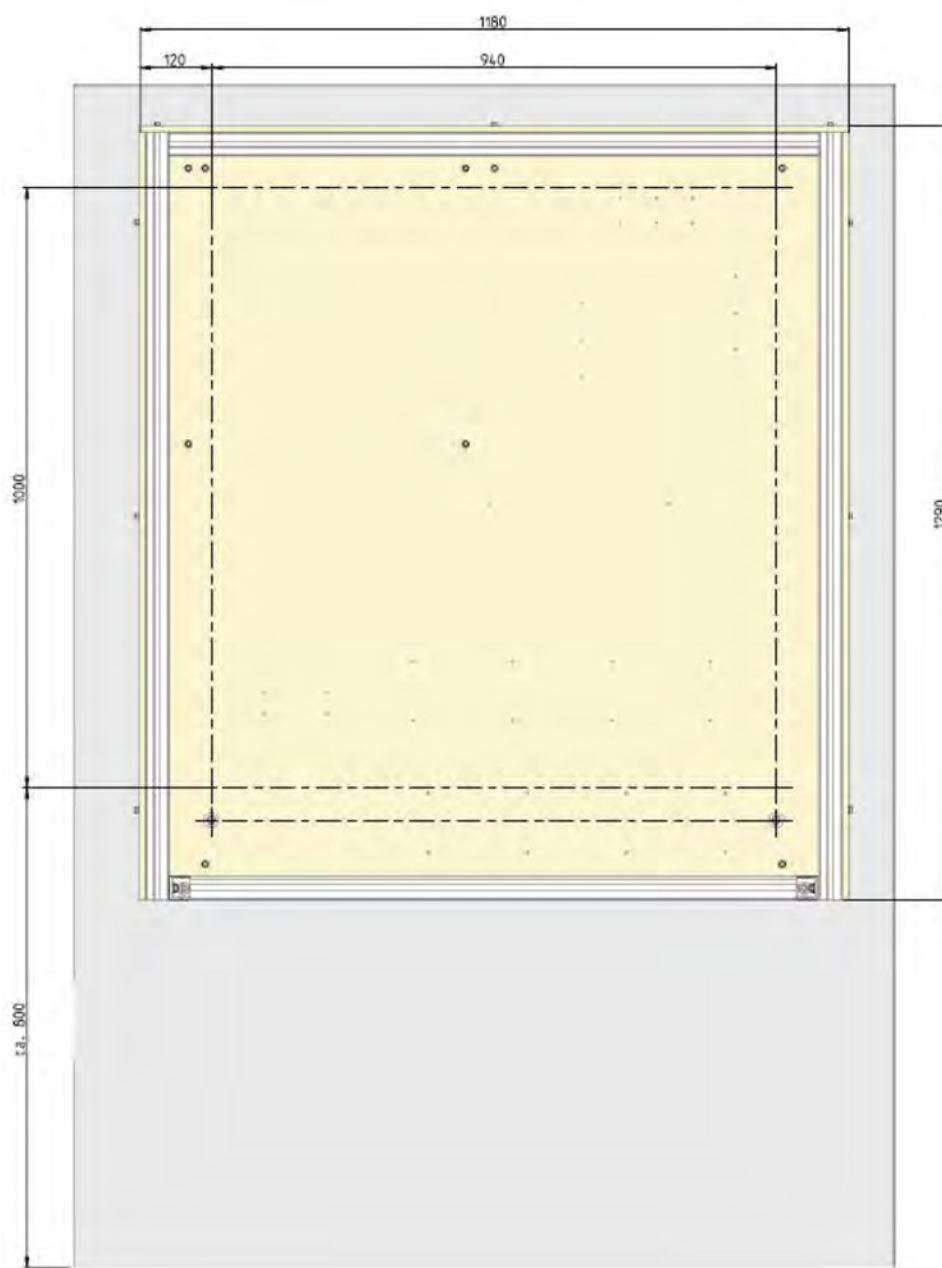

Fig. 11 : Schéma de montage
2. ➤ Tracer au mur les perçages à réaliser conformément au schéma Fig. 11 .